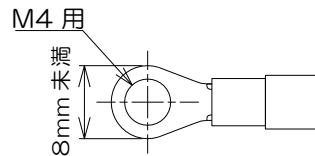

図 5. 圧着端子の寸法
- (2) 電圧線 (P1、P2、P3 端子)、電流線 (1S、1L、3S、3L 端子)、発信パルス線 (C1A、C1B、C2A、C2B 端子)、器差試験パルス線 (D1、D2、C31、C32 端子)、補助電源線 (MA、MB 端子) は、圧着端子を使用して接続してください。
- (3) 圧着端子は、図 5 のように M4 ねじ用の絶縁被覆付丸形圧着端子で、幅 8mm 未満のものを使用してください。